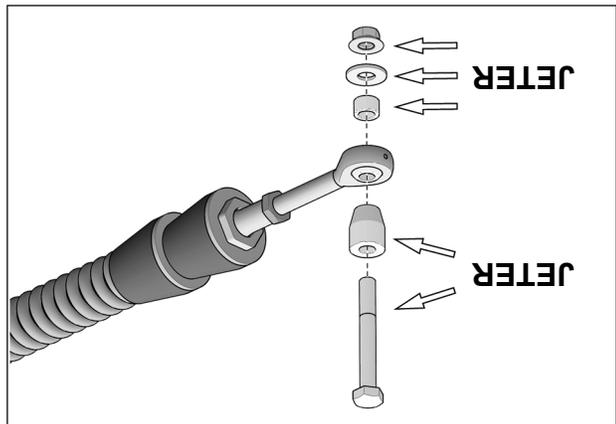

Fig. 3
3. Retirer et jeter les boulons, rondelles, espaceurs et écrous aux rotules des bras stabilisateurs des systèmes arrière. Voir la Fig. 3.